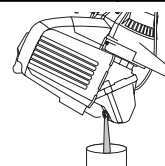

Fig. 23
3. Versez l'huile de l'orifice de remplissage dans un récipient en inclinant l'appareil à la verticale (Fig. 23). Allouez assez de temps pour une vidange complète.